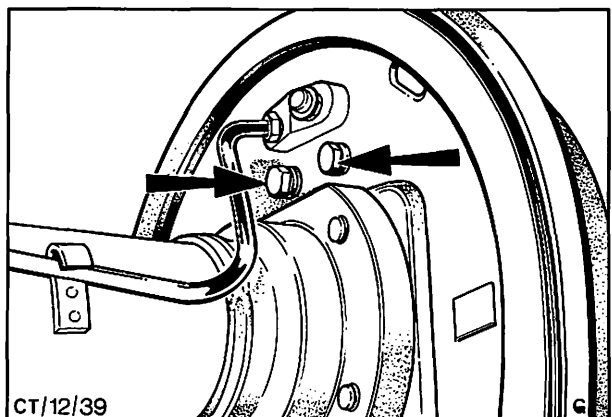

Abb. 56 Befestigungsschrauben - Radbremszylinder
3. Beide Befestigungsschrauben des Radbremszylinders auf der Rückseite des Bremsträgers herausdrehen, Abb. 56, und Radbremszylinder mit Dichtring ausbauen. (Dichtring nur bei Girling-Ausführung vorhanden.)